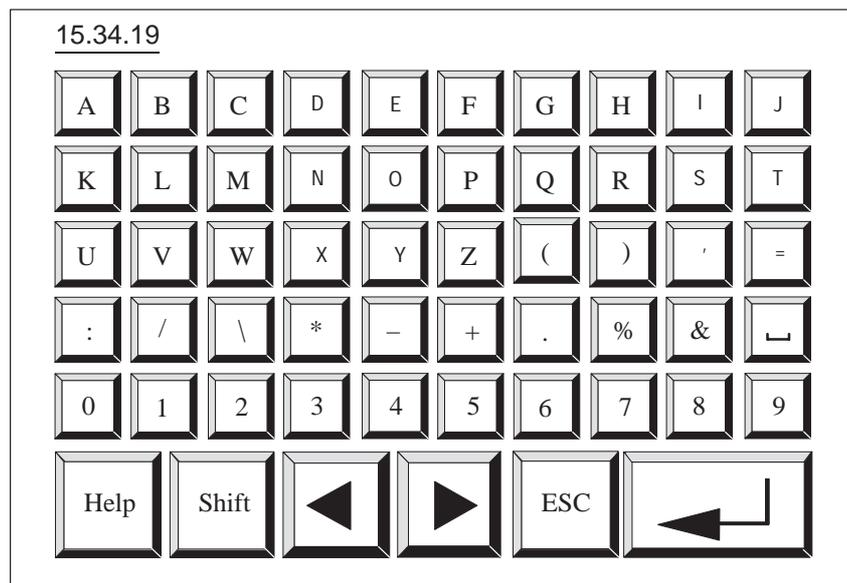

Figura 3-3 Introdurre di valori alfanumerici nel livello normale indipendente dalla lingua
Nei campi che sono stati progettati per le introduzioni alfanumeriche, introdurre il valore numerico, un carattere per volta, tramite la tastiera alfanumerica. La figura 3-3 mostra il livello normale indipendente dalla lingua. Il livello dello Shift della tastiera alfanumerica è configurato in modo diverso in funzione della lingua.
- Il livello normale (vedi figura 3-3) è uguale per tutte le lingue.